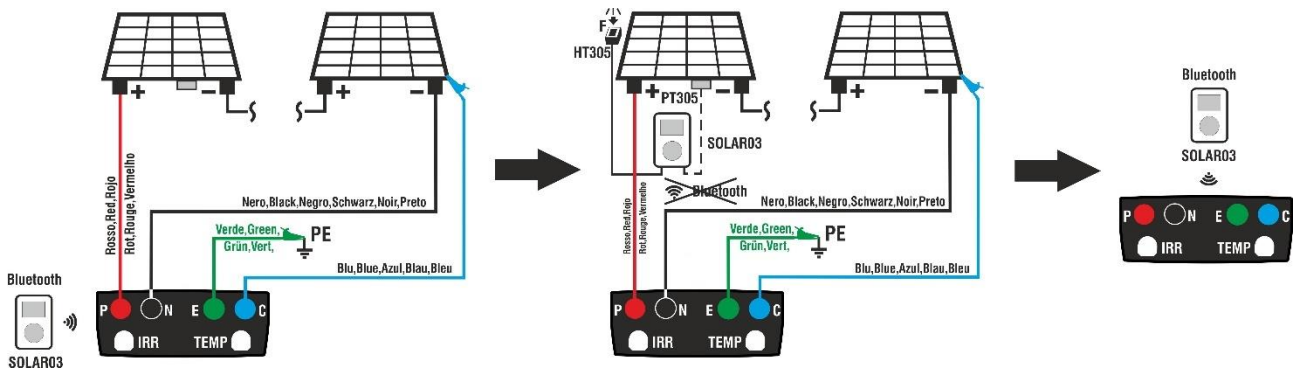
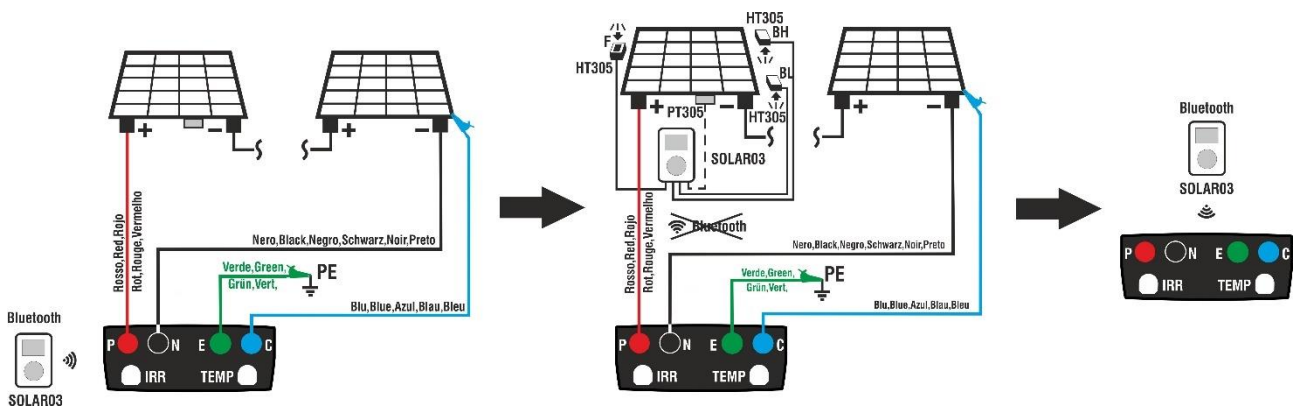

Fig. 14: Uso con SOLAR03 in registrazione sincrona su moduli Monofacciali
Fig. 15: Uso con SOLAR03 in registrazione sincrona su moduli Bifacciali
2. Collegare lo strumento al modulo/stringa in prova ed eventualmente al nodo principale di terra dell'impianto e alle masse metalliche messe a terra come mostrato nelle Fig. 14 (moduli Monofacciali) o Fig. 15 (moduli Bifacciali). In particolare:
- **Nel caso di moduli Bifacciali** → posizionare le **3 celle di riferimento HT305** sul piano frontale del modulo (**F**), sulla parte posteriore superiore (**BH=BackHigh**) e sulla parte posteriore inferiore (**BL=BackLow**) del modulo. Collegare la cella di riferimento frontale (F) all'ingresso **“INP1”**, la cella di riferimento BH all'ingresso **“INP2”**, la cella di riferimento BL all'ingresso **“INP3”** ed **eventualmente** la sonda di temperatura **PT305** all'ingresso **“INP4”** dell'unità remota. In accordo alla normativa IEC/EN60904-1-2, lo strumento calcola il valore di Irraggiamento frontale equivalente (**Irreq**) che corrisponde all'Irraggiamento sul solo piano frontale producendo gli stessi effetti dell'Irraggiamento rilevato su entrambe le facce tenendo conto del **coefficiente di bifaccialità** (φ) del modulo in base alla seguente relazione:
4. Avvicinare l'unità remota SOLAR03 allo strumento come mostrato nelle Fig. 14 o Fig. 15 – parte sinistra
7. Portare l'unità remota in prossimità dei moduli e collegare le sonde di irraggiamento/temperatura come mostrato nelle Fig. 14 o Fig. 15 – parte centrale. **Avendo già avviato la registrazione sulla unità remota SOLAR03 non è necessario il mantenimento della connessione Bluetooth.** Il mantenimento della connessione (se possibile) consentirà solamente il poter avere immediatamente l'esito della prova senza attendere la fine della campagna di misure